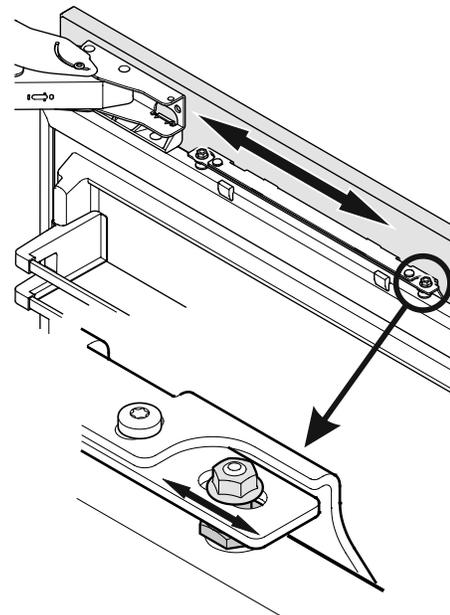

Figure 38
6. Aligner le panneau horizontalement (via les trous oblongs dans la bague de fixation) (**Figure 38**).